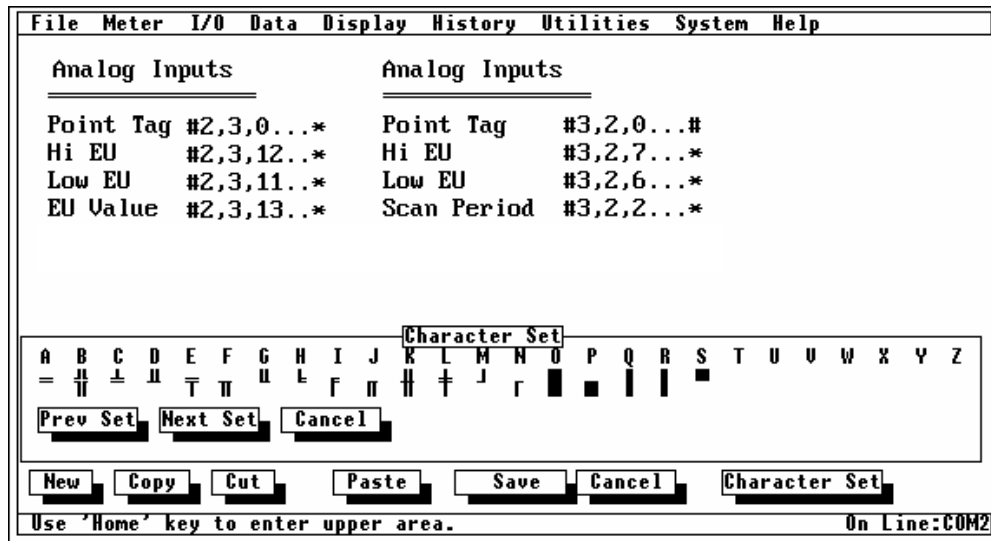

Figure 6-19. Display Padrão
Você pode agora mudar os dados ativos para exibir outros pontos. Faça as alterações necessárias aos dados que você copiou para criar o display padrão exibido na Figure 6-19. Você pode escrever sobre os caracteres existentes usando a tecla **Insert** no seu teclado para fazer **OVR** (para *overstrike*) aparecer perto do botão Grupo de Caracteres. Se você pressionar a tecla **Insert** novamente, o display muda para **INS** (para inserção de caracteres).
8. Complete as mudanças nos outros campos como necessário. Observe a Figure 6-19. Na coluna à direita deste exemplo, Analog Input foi copiado de outro espaço Analog Inputs, e os valores dos dados foram alterados para refletir os dados secundários AI. **Salve** (Save) o display e então pressione **Cancel** (cancela).